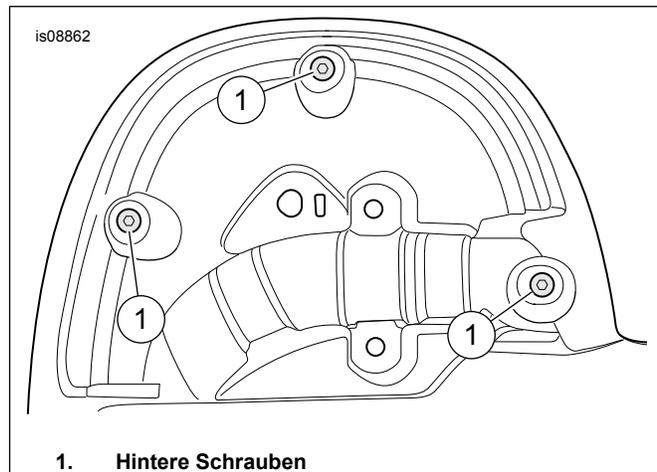

Abbildung 1. Hintere Schrauben
1. Siehe Abbildung 1 >. Von der Rückseite der Verkleidung hintere Schrauben (1) entfernen.